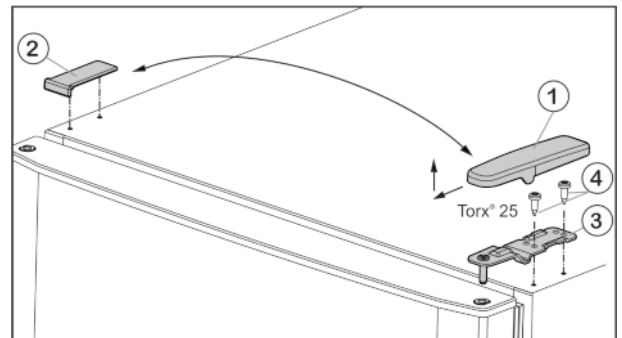

Fig. 5
- ▶ Зніміть кришку Fig. 5 (1) вперед і вгору.
- ▶ Зніміть кришку Fig. 5 (2).
- ▶ Викрутіть верхній опорний кронштейн Fig. 5 (3)(2 шт. Torx® 25) Fig. 5 (4) і відведіть вгору.
- ▶ Встановіть верхній опорний кронштейн Fig. 5 (3) в дверцята на новий бік шарніра.
- ▶ Прикрутіть верхній опорний кронштейн (з моментом 4 Нм) гвинтами (2 шт. Torx® 25) Fig. 5 (4). У разі необхідності скористайтеся акумуляторним гвинтокрутом.
- ▶ Встановіть і зафіксуйте кришку Fig. 5 (1) з протилежного боку ззовні.
- ▶ Також встановіть зверху і зафіксуйте кришку Fig. 5 (2) з протилежного боку.